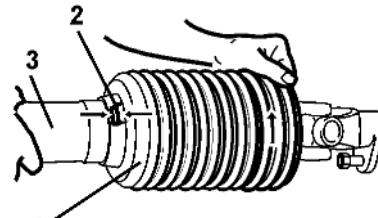

図 58
2. 保護カバーのロックねじ(図 58/1)を回して外します。